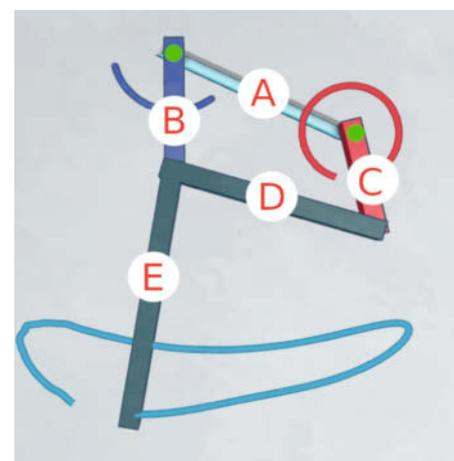

Bild 8: Das Gelenkviereck: Der kürzere Arm C führt volle Umdrehungen aus, während der längere Arm B nur hin- und herschwingt.
Was alle diese Projekte gemeinsam haben, ist das Bewegungsprinzip. Es basiert auf dem sogenannten Gelenkvierneck, einer Art „kinematischer Kette“, die aus nur vier Gliedern besteht, die an den Enden miteinander verbunden sind (siehe Bild 8). Wenn eines dieser vier Glieder fest verbaut ist, wird es als Steg
bezeichnet (A in Bild 8). Die beiden angrenzenden Seiten nennt man Arme (B und C), und die vierte Seite wird Koppel genannt (D).
Nehmen wir an, die Arme sind unterschiedlich lang, und wir greifen den kürzeren der beiden Arme (C) und drehen ihn im Kreis um den festen Punkt, an dem das Steg-Glied befestigt ist, dann müssen sich zwangsläufig die beiden anderen frei beweglichen Teile – der andere Arm und die Koppel – ebenfalls mitdrehen. Von der Koppel geht ein weiteres fest verbundenes Glied nach unten (E in Bild 8). Dieses stellt unser Bein dar, dessen untere Spitze den Fuß bildet. Dabei entsteht ein sehr interessantes Bewegungsmuster (die hellblau gefärbte Spur in Bild 8). Die untere flache Strecke stellt den Abschnitt dar, in dem unser Fuß Bodenkontakt hat und somit den Schritt nach vorne trägt.
Diese Achse befindet sich nun etwa einen halben Meter vor der Kurbelachse, und es ist wichtig, darauf zu achten, dass sie möglichst parallel zur hinteren Kurbelachse steht. Das untere Rohr des Fahrradrahmens bildet also unseren „Steg“ (A in Bild 8 und 9).
Nun widmen wir uns dem hinteren Arm, also der Fahrradkurbel (C in Bild 8 und 9). Ich habe die Pedale demontiert und auf die nackten Kurbelarme ein Stück 20 × 40 mm Rechteckrohr aufgesteckt und mit durchgehenden Bolzen befestigt (Bild 12). Aber warum wurde das Rechteckrohr dann seitlich nach außen verlängert? Die Tretkurbeln (ohne Pedale) eines Fahrrads haben nur einen seitlichen Abstand von ca. 16-18 cm. Wären die Beine so nah beieinander, wäre unser Strauß sehr wackelig. Bei meiner Konstruktion beträgt der Abstand
Mit „Bein“ ist hier das Koppel (D in Bild 8 und 9) im Gelenkviereck gemeint, also das untere Verbindungsglied zwischen den beiden Armen, und das darauf fest verschweißte Rechteckrohr (Ein Bild 8 und 9), das ungefähr in einem Winkel von 85 Grad von der Koppel abgeht. Damit ist unsere Bein konstruktion fertiggestellt und wie in Bild 9 dargestellt zusammengebaut. Bild 13 zeigt den oberen Teil des Beins.